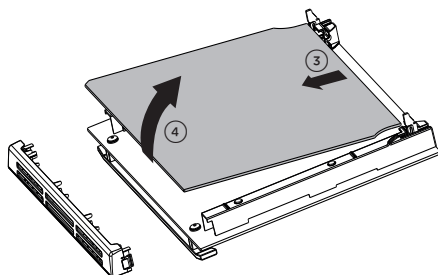

Fig. 4.13
- Sollevare ed estrarre delicatamente il vetro interno sganciandolo dagli arresti inferiori. Non inclinare troppo il vetro per evitare di danneggiarlo (fig. 4.13).